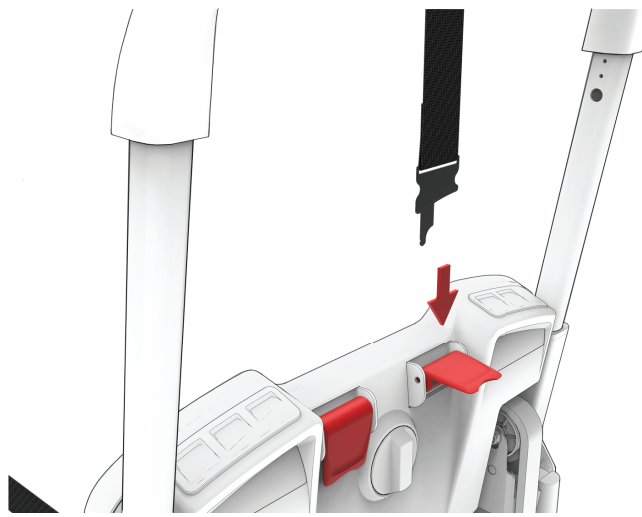

**Figur 22 – Plassering av ryggstøtteklemme på stolpe**
4. Fest pasientens høyre ryggstøtteklemme til pasientens høyre ryggstøttestolpe (Figur 22). Trekk ryggstøtteklemmen til det mindre hullet låses på plass.